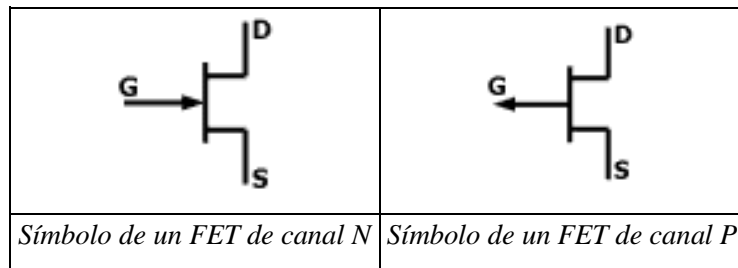

Figura 5.16. Simbología del FET
*Es un componente de tres terminales que se denominan: Puerta (G, Gate), Fuente (S, Source), y Drenador (D, Drain). Según su construcción pueden ser de canal P o de canal N mostrándose en la figura 5.16.*